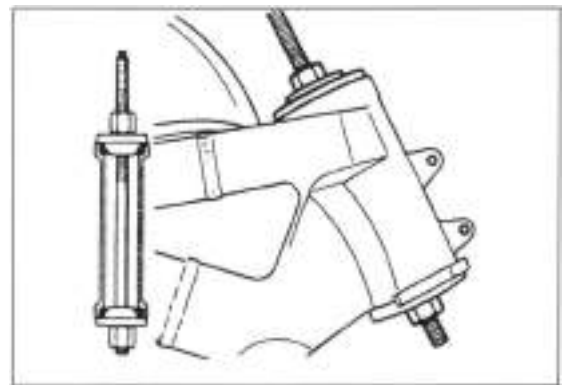

Bild 241
- In oberen und unteren Lenkkopflagersitz Lagerschale mit passendem Rundmaterial eintreiben. Darauf achten, dass Lagerschale nicht verkantet und so Lagersitz aufweitet. Besser Lager mit Gewindestange und passend breiten Unterscheiben einziehen wie in Bild 241 gezeigt.